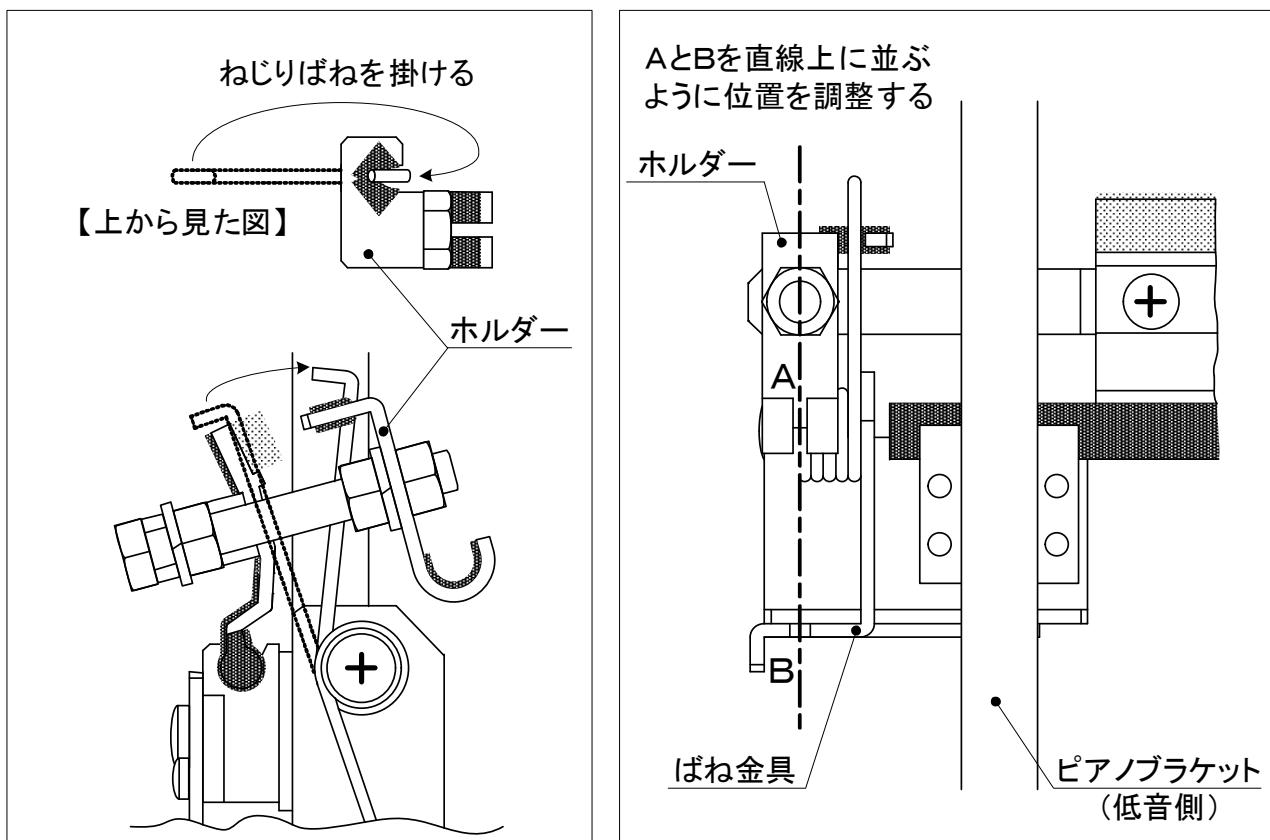

図3.2-5 ばね掛けと金具の位置調整
(6)ねじりばねを図3.2-5のようにホルダーパーツへ掛ける。その際、ホルダーの溝Aとばね金具の溝Bが直線上に並ぶように位置を調整する。